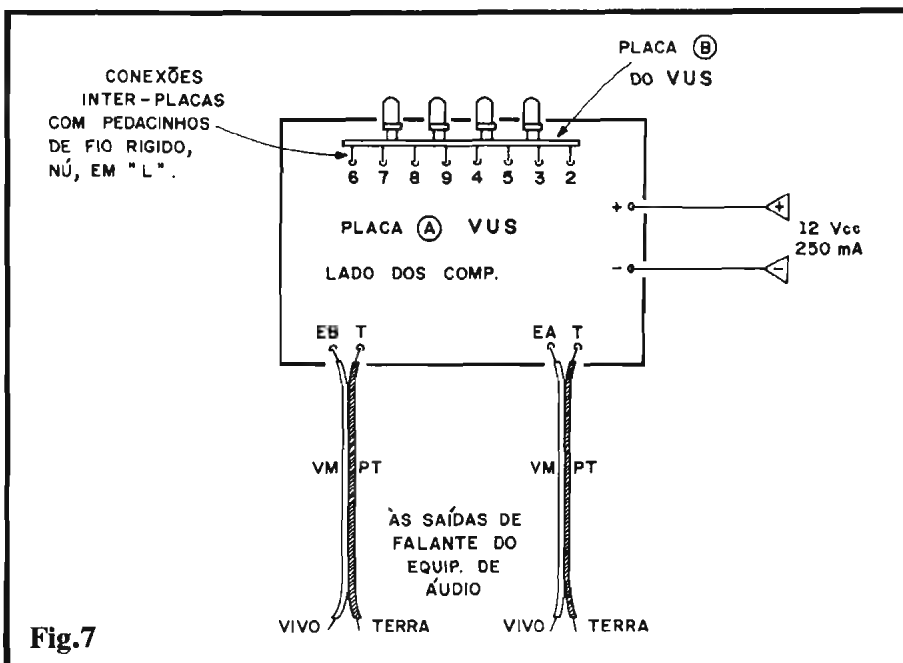

Fig.7
- FIG. 7 - CONEXÕES EXTERNAS E INTER-PLACAS - No ângulo da figura, vemos a placa principal (A), pela sua face não cobreada, enfatizando-se suas conexões externas, que são poucas: alimentação (polarização, atenção...) e as duas Entradas de sinal (também polarizadas, com a codificação apoiada nas cores dos fios - vermelho/preto...). Também é visível, na ilustração, a inter-conexão com a placa do **display** (B), que fica disposta em ângulo reto com a placa "mãe", ligada a ela elétrica e mecanicamente por 8 pedacinhos de fio rígido e nú, dobrados em "L", com suas extremi-